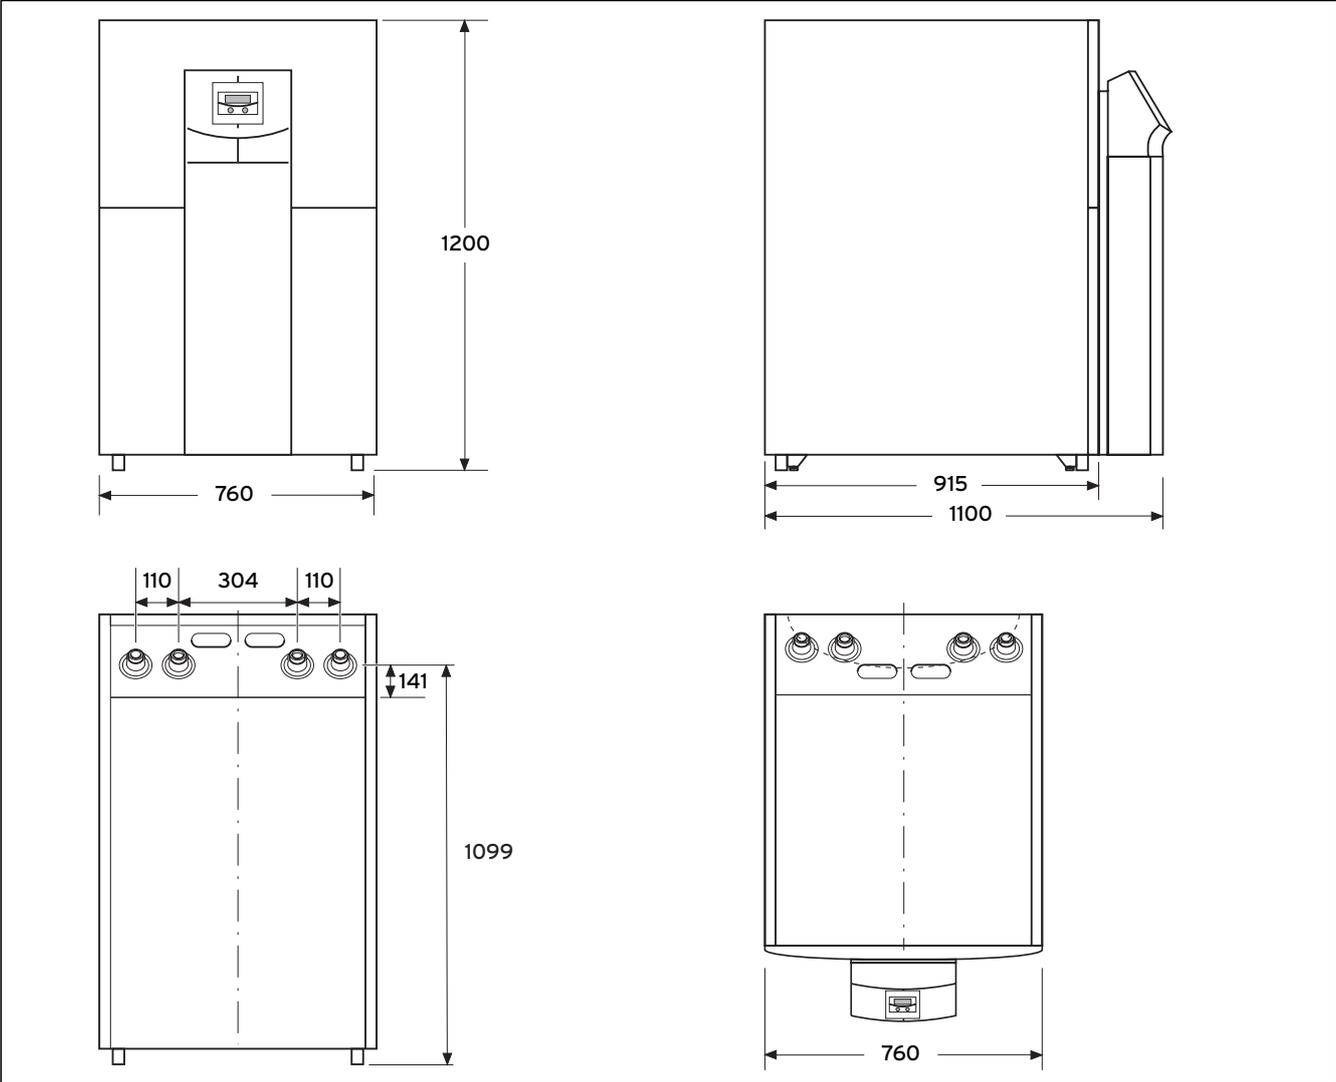

Abb. 4.1 Abstände und Abmessungen
- Die Rohrinstallation muss gemäß den Maß- und Anschlusszeichnungen in Abb. 4.1 erfolgen.